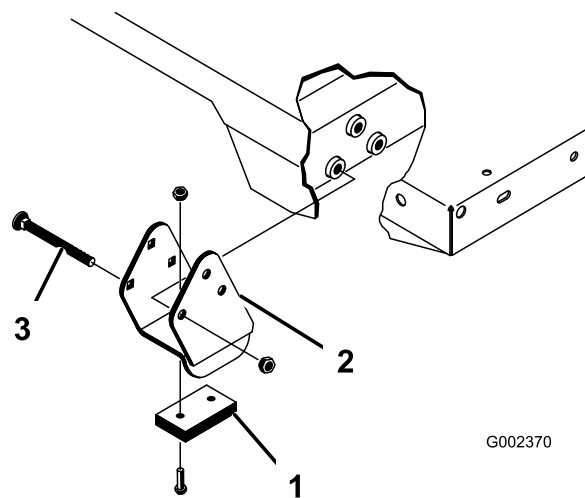

Figure 42
**Remarque:** Les supports entretoises et les cales d'usure (Figure 42) doivent être montés avec les têtes des boulons à l'intérieur de la machine.
2. Placez le plateau sur le cadre de la machine avec précaution et en alignant les trous des plaques de pivot arrière sur ceux du profilé arrière du cadre. Installez ensuite 2 axes et goupilles à anneau (Figure 42).
4. Insérez l'axe par l'extérieur du plateau, la goupille à anneau étant à l'extérieur (Figure 42).